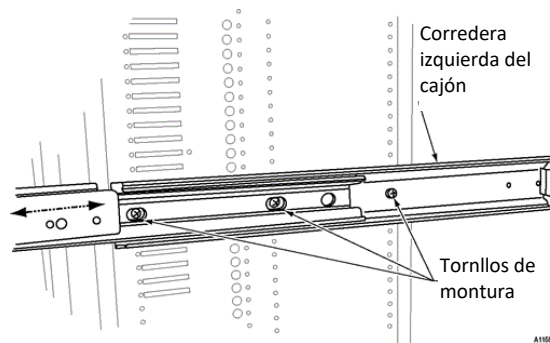

Fig 13
5. Mueva la corredera para exponer los tornillos de fijación - Fig. 13